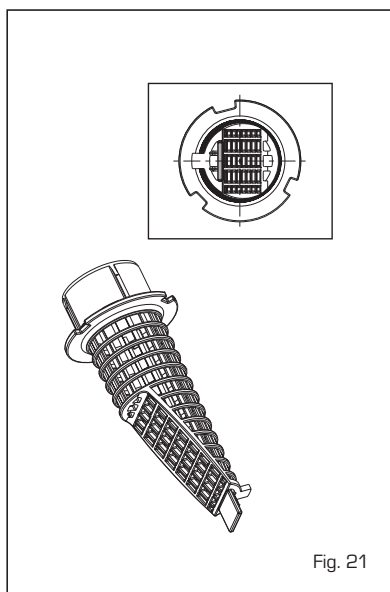

Fig. 21
4.5.2 Limpieza del filtro del agua de calefacción (fig. 21)